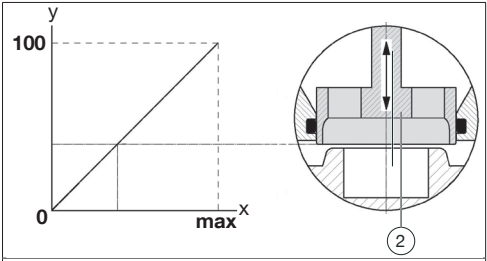

Abb. 5: Lineare Kennlinie der Reguliereinheit
(1)	Membraneinheit (Durchflussreguliereinheit)
(2)	Reguliereinheit
(3)	Sollwerteinheit (Durchflussreguliereinheit)
(4)	Messblendeneinsatz
Das kombinierte Regel- und Regulierventil „Cocon QTZ“ von Oventrop hat die Funktion eines Durchflussreglers, der den Differenzdruck ($p_1 - p_2$) durch die integrierte Membran-Einheit (1) auf einem konstanten Wert hält. Dabei werden sowohl die Reguliereinheit (2) als auch die auf einen maximalen Durchflusswert einstellbare Sollwerteinheit (3) (gemäß Handrad-Einstellung) vor externen Druckschwankungen ($p_1 - p_3$) geschützt. Diese können z.B. durch das Zu- oder Abschalten von Anlagenteilen entstehen. Das „Cocon QTZ“ kann einen Stellantrieb aufnehmen, der die Reguliereinheit (2) betätigt. Diese besitzt eine annähernd lineare Kennlinie (siehe Abb. 5). Mit Hilfe von Stellantrieben und Raumthermostaten können z.B. Raumtemperaturen geregelt werden. Der maximale Volumenstrom (Vollast) wird hierbei durch die Voreinstellung am Handrad gewählt. Der Teillastbetrieb wird durch den Stellantriehub vorgegeben. Die Ventilautorität des „QTZ“-Ventils beträgt innerhalb des wirksamen Ventilhub 100 % ($a = 1$). Dies gilt auch für den Teillastbetrieb bei stetiger Regelung, z.B. in Kombination mit 0-10 V Stellantrieben.